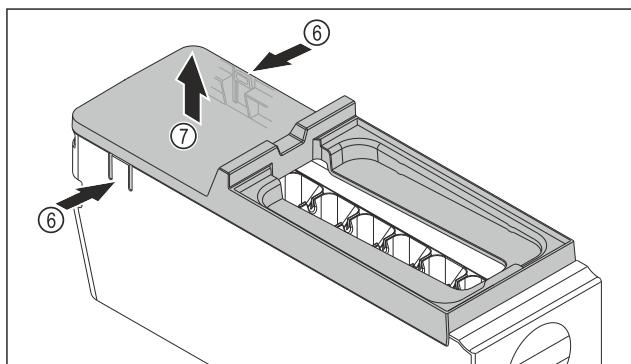

Fig. 131
- Snemite pokrov glavnega dela EasyTwist-Ice: Spone Fig. 131 (6) na obeh straneh glavnega dela EasyTwist-Ice pritisnite z eno roko.
- Pokrov Fig. 131 (7) z drugo roko dvignite in odstranite.